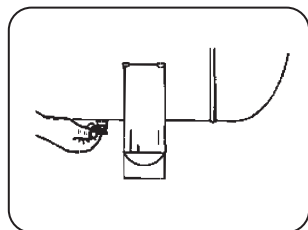

FIGURA 9.1
10. Verifique el funcionamiento de la válvula de seguridad (Figura 9.1) con el producto apagado y el depósito sin presión, para evitar accidentes.